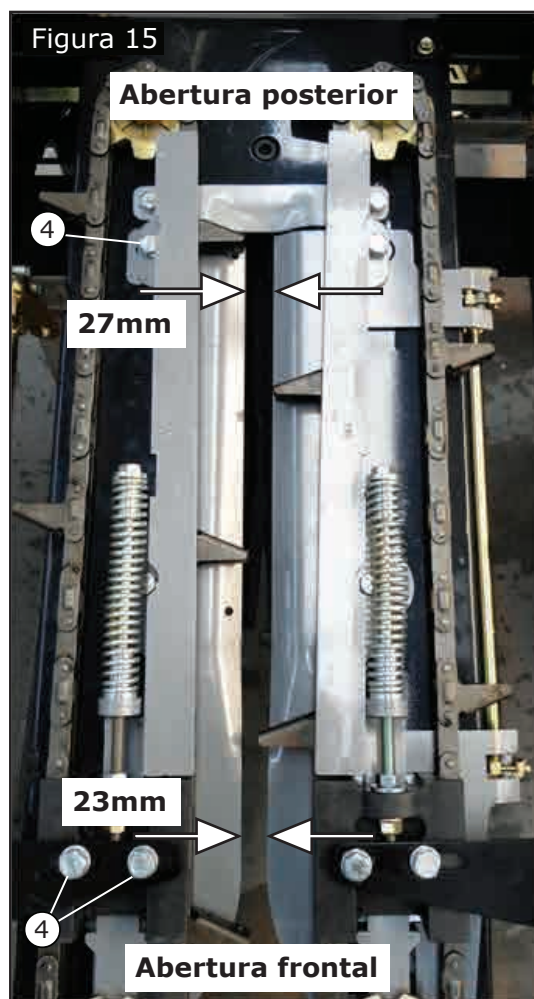

Figura 15a
Para facilitar o ajuste dos regulares de entrada, a Linha X10 dispõe de um atuador elétrico que faz a abertura e fechamento dos mesmos através de uma caixa de controle (figura 15a), localizada na cabine da colheitadeira.
Utilizando a Caixa de controle, pode-se variar a abertura e fechamento em 14 mm. Nesse caso, passando de 23mm para 37mm na abertura frontal e de 27mm para 41mm na abertura posterior. Se a caixa de controle, figura 15a, estiver na Posição "10", significa que os reguladores estão totalmente abertos e que o pistão do atuador está totalmente fechado. Se a caixa de controle estiver na posição "0", significa que os reguladores estão totalmente fechados e o cilindro do atuador totalmente aberto.
- d) Regular o atuador com o cilindro (2) totalmente aberto (posição "0" da caixa de controle), ver figura 15a, página 17.